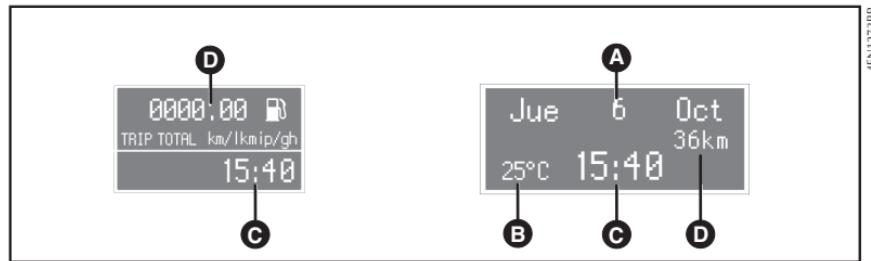

fig. 49
- Cuentakilómetros total/parcial (**D**-fig. 49).
- Reloj (**C**-fig. 49).
- Temperatura exterior (**B**-fig. 49).
- Fecha (**A**-fig. 49).